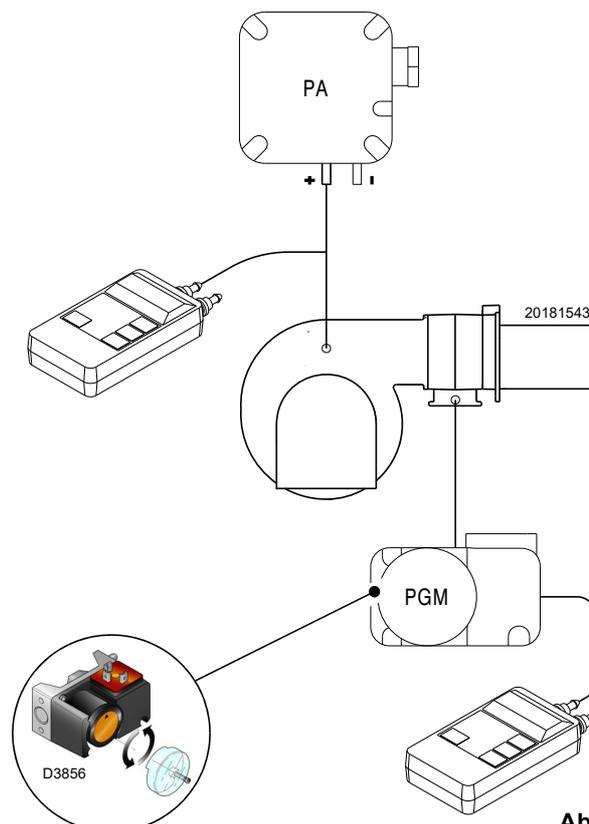

Abb. 32
- Den Gas-Höchstdruckwächter (Abb. 32 auf Seite 32) auf den Skalenendwert stellen.
Einstellung des Gas-Höchstdruckwächters (Abb. 32) nach Durchführung aller anderen Einstellungen des Brenners mit auf Skalenende eingestelltem Gas-Höchstdruckwächter ausführen.